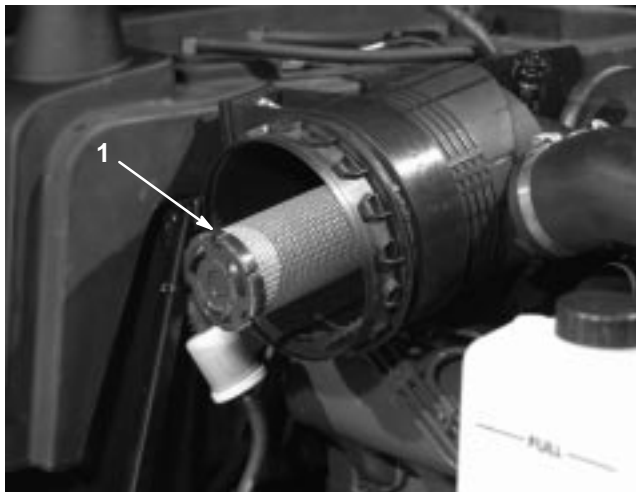

Bild 44
2. Schieben Sie den Hauptfilter (Bild 44) vorsichtig aus dem Luftfilterkörper heraus, damit möglichst wenig Staub aufgewirbelt wird. Vermeiden Sie ein Anstoßen des Filters am Filterkörper. Entfernen Sie den Sicherheitsfilter **nicht** (Bild 45).